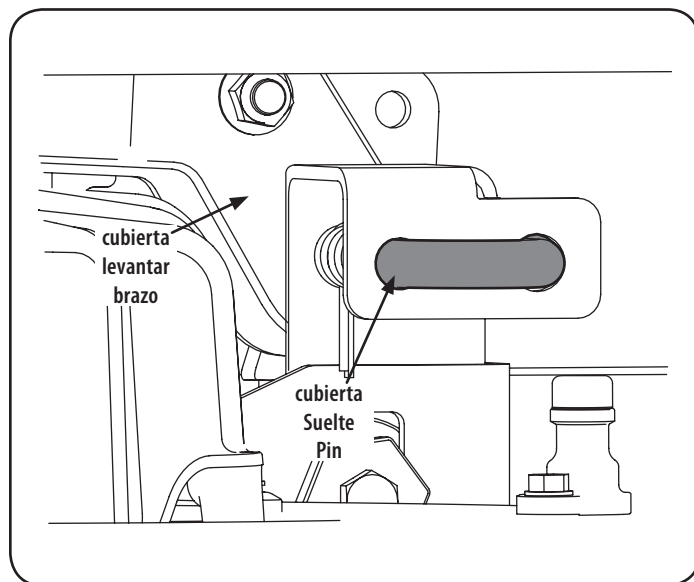

Figura 34
7. Busque la LH y RH clavijas de liberación de la cubierta en cada lado de la cubierta. Tire de los pasadores de liberación hacia fuera y libere la cubierta de la LH y RH brazos de elevación de la plataforma. Ver Figura 34.
4. Tire de los pasadores de liberación de la cubierta hacia el exterior y la maniobra de la cubierta según sea necesario para alinear los orificios de los brazos de elevación de la cubierta con los bolos. Consulte la Figura 34.